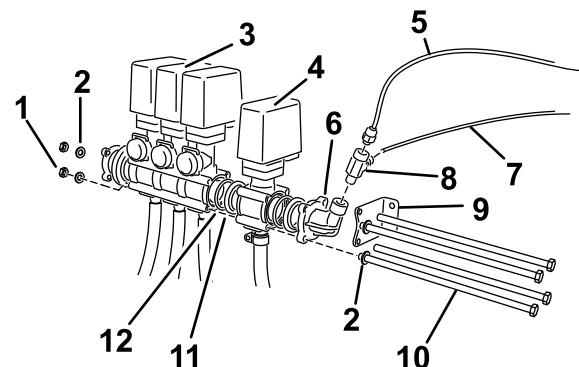

図 5
4. 付属部品の中にあるホース・リール・バルブ・アセンブリを、既存のバルブと直接に接続する（図 5）。
- 6. ブラケットの位置を調整する；ブラケットをバルブ・アセンブリの端に近づけて、エルボ・アダプタの2つの穴がブーム・バルブ取り付けブラケットに一番近い位置にくるようにする（図 5）。
- 7. 取り付けブラケットに長いボルト2本（M8 X 260 mm）を通し、ホース・リールのバルブのボディの上下の穴を通して、取り付けレールに一番近いブーム・バイパス・バルブを通す（図 5）。
- 9. のこりの2本のボルト（M8 X 260 mm）と既存のワッシャを使って、各バルブ・アセンブリをバルブ・ボディの空いている穴に固定する（図 5）。
- 13. T字フィッティングを取り付ける（図 5）。